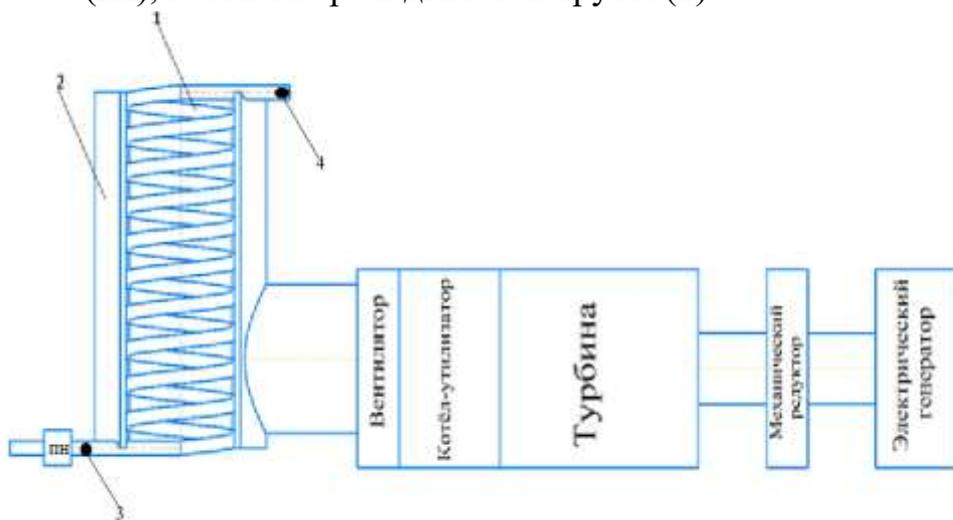

Рисунок 1.
В этой работе рассмотрено устройство, которое устраняет вышеуказанные проблемы. Схематический вид устройства изображен на рис. 1. Устройство состоит из спирального теплообменника (1), питающего насоса (пн), вентилятора и дымовой трубы (2).